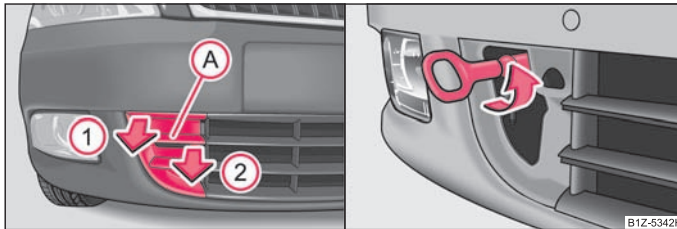

Fig. 182 Bara de protecție față: Grilajul de protecție / montarea inelului de remorcare
- Introduceți degetul în orificiul **A** ⇒ fig. 182.
- Înșurubați cârligul de tractare cu mâna spre stânga ⇒ fig. 182 - dreapta și strângeți. Pentru strângere, vă recomandăm de exemplu să utilizați cheia de roți*, inelul de ancorare al unui alt autovehicul sau un alt obiect asemănător, pe care să îl puteți introduce în cârlig.
- Înșurubați cârligul de tractare cu mâna spre stânga până la limită ⇒ fig. 182 - dreapta și strângeți-l cât de mult posibil.
- Înșurubați cârligul de tractare cu mâna spre stânga până la limită ⇒ pagina 221, fig. 182 - dreapta și strângeți-l cât de mult posibil. Pentru strângere, vă recomandăm de exemplu să utilizați cheia de roți*, inelul de ancorare al unui alt autovehicul sau un alt obiect asemănător, pe care să îl puteți introduce în cârlig.